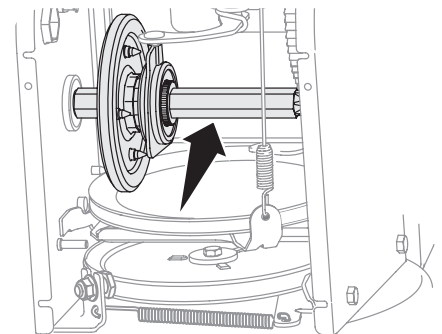

Figura 4-5
- Aplique una capa ligera del compuesto Bostik Regular Grade Never-Seez® al eje hexagonal. Consulte la Figura 4-5.